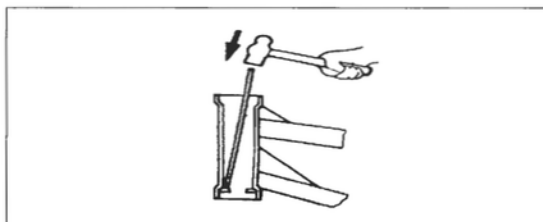

Bild 158
- Untere Gabelverschlusschraube (Innensechskant SW 6) ausdrehen. Falls sich Dämpferstange mitdreht, mit YAMAHA-Spezialwerkzeug 90890-01326 Dämpferstange gegenhalten (Bild 158) oder Feder, Vorspannhülse und obere Gabelverschlusschraube provisorisch einsetzen, um Dämpferstange am Mitdrehen zu hindern.
- Lagerschalen oben und unten im Lenkkopf mit entsprechend langem und kräftigem Dorn schrittweise über Kreuz auszutreiben (Bild 158). Lager nicht verkanten und so Lagersitz aufweiten!